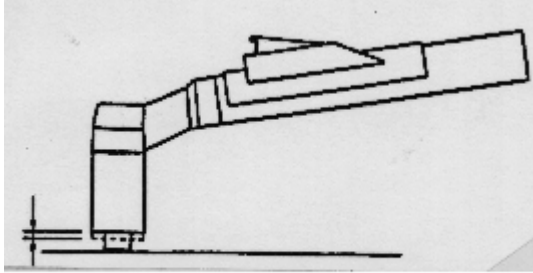

figura 8
11.- Corte por plasma.- En una máquina eléctrica especial (figura 8), se somete (con un arco eléctrico) a una corriente de aire a tan altas presiones y temperaturas, que se genera una corriente de partículas de plasma y corta la chapa a gran velocidad, con una línea fina de bordes lisos.